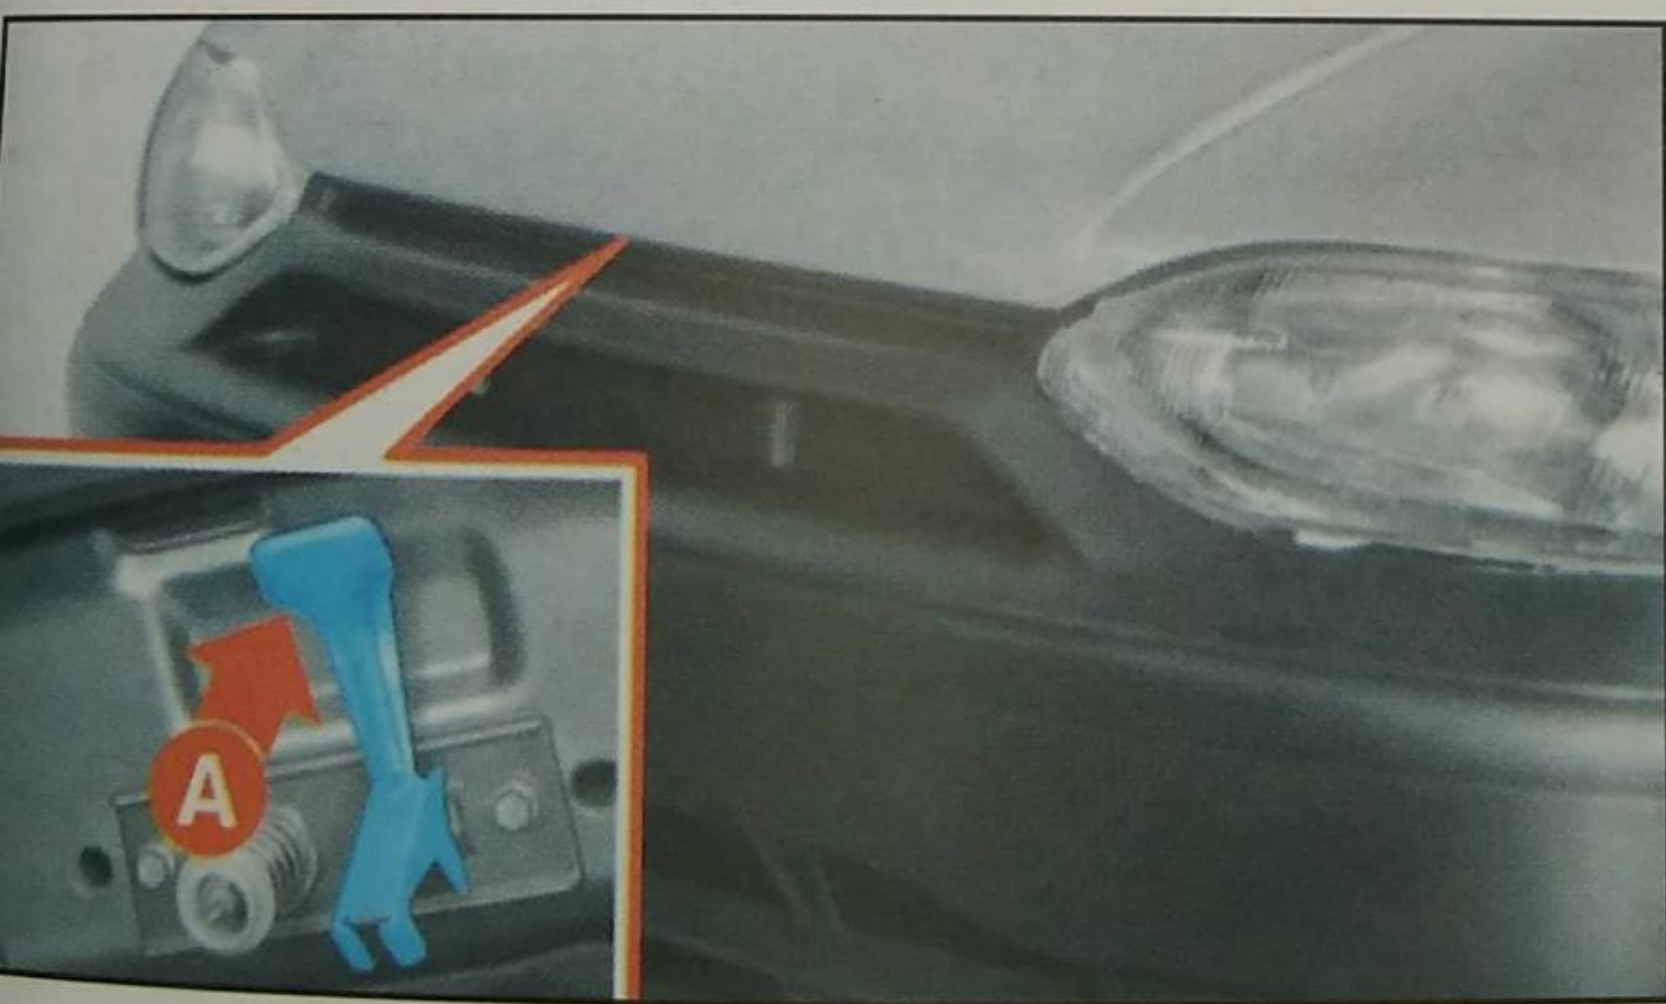

Fig. 73
2) Apretar la palanca **A**-fig. 73